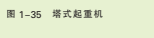

图 1-37 桁架
(3) 比较三角形结构与四边形结构的承重能力,哪一种结构更稳定?
(4) 设计三角形承重结构特点和受力情况,说明这种承重结构的优越性。
(5) 将三角形结构组合起来就可以做成各种建筑构架(图 1-37),这种结构叫做桁架。
(6) 实地观察一种钢结构建筑,看看它们由哪些三角形构成,并将它们画下来。